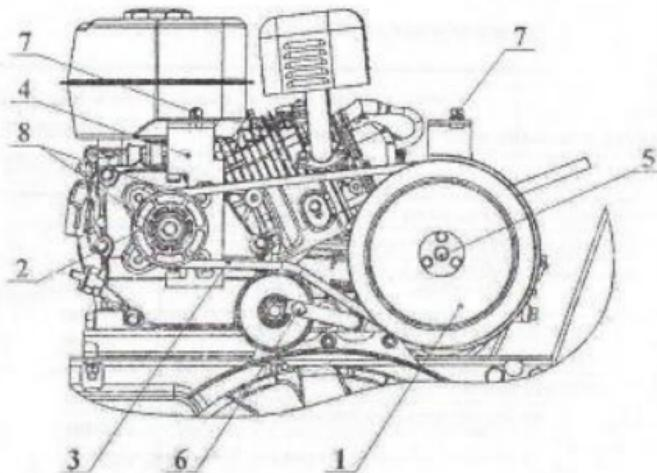

Рисунок 11 – Замена ремня клиновременной передачи
6.6 Замена ремня клиноременной передачи (рисунок 11)